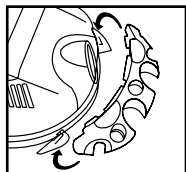

FIGURE 12
13. Appuyez vers le bas, au centre du porte-outils, jusqu'à ce que les onglets se bloquent contre la partie inférieure du couvercle. **FIGURE 12.**